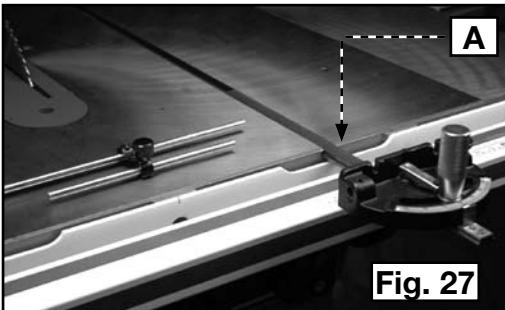

Fig. 27
1. Insérer la barre du guide d'onglets (A) fig. 27, dans la rainure en T de la table de scie. La barre du guide d'onglets insérée dans la rainure en T empêchera le guide d'onglets de tomber lorsqu'il est déployé au-delà de la surface de la table.